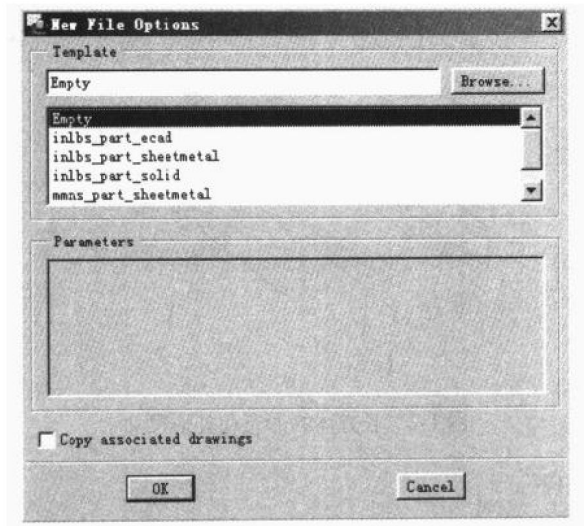

图 1-5 模型模板选择对话框
3. 取消对图 1-4 中 ☒ Use default template 项的勾选，再单击 按钮加以确认，出现如图 1-5 所示的模型模板选择对话框。